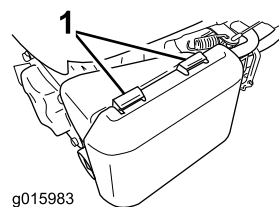

Figure 22
1. Appuyez sur les languettes de verrouillage en haut du couvercle du filtre à air (Figure 22).